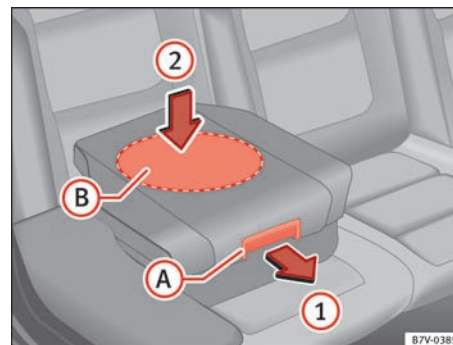

Fig. 33 Integreret børnesæde: Sådan klappes sædepolstringen tilbage.
- Træk sædepolstringen fremad i pilens retning ⇒ Fig. 33 ① med udløserarmen (A).
- Tryk sædehynden ned i pilens retning ② i midten (B), indtil den går sikkert i hak ⇒ ③. Sidestøtterne klappes automatisk ind.